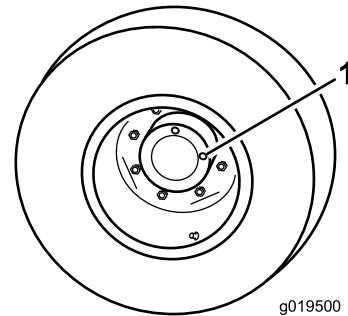

Bild 14
1. Wenn die Maschine auf einer ebenen Fläche steht, positionieren Sie das Rad so, dass eine Prüfschraube (Bild 14) auf 12 Uhr und die andere auf 3 Uhr steht.
1. Prüf-, Ablassschraube (2)
2. Entfernen Sie die Schraube, die auf 3 Uhr steht (Bild 14). Der Ölstand sollte an der Unterkante des Prüfschraubenlochs liegen.